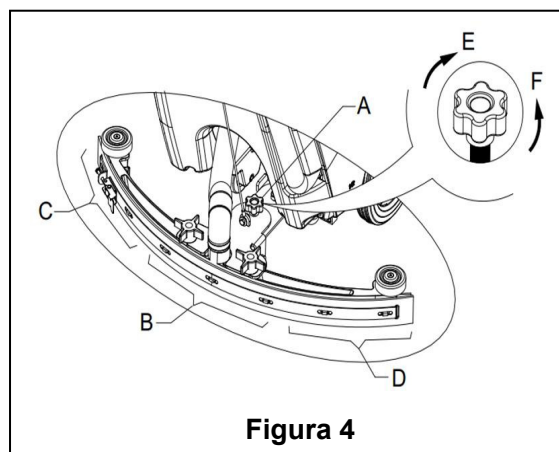

Figura 4
9. Installare il tergilavaggio e fissarlo avvitando la manopola (16). Quindi collegare il tubo di drenaggio (11) al tergilavaggio.
10. Regolare il tergilavaggio per mezzo della manopola di regolazione (A) del tergilavaggio (vd. **Figura 4**).